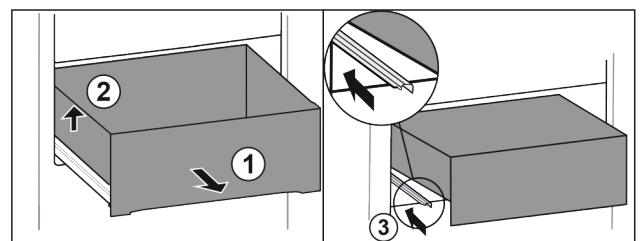

Fig. 68
- ▶ Estrarre il cassetto fino all'arresto. Fig. 68 (1)
- ▶ Sollevare il cassetto a sinistra. Fig. 68 (2)
- ▶ Inserire la guida sinistra. Fig. 68 (3)